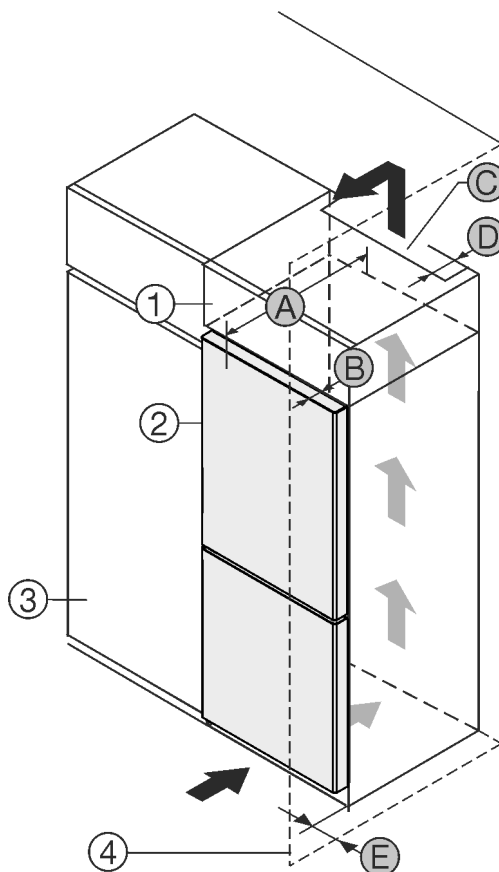

Fig. 1
Jūs varat uzstādīt ierīci tieši blakus virtuves skapim Fig. 1 (3).*
Uzliekamā skapīša aizmugurē jābūt ventilācijas spraugai ar dziļumu *Fig. 1 (D)* visa uzliekamā skapīša platumā.*
Zem telpas grieztiem jāievēro ventilēšanas šķērsriezums *Fig. 1 (C)*.*
Ja jūs uzstādāt ierīci ar eņģēm blakus sienai *Fig. 1 (4)*, tad atstatumam starp ierīci un sienu jābūt vismaz 13 mm.*
Ja jūs uzstādāt ierīci ar eņģēm blakus sienai *Fig. 1 (4)*, tad atstatumam starp ierīci un sienu jābūt vismaz 20 mm.*
Lai jūs varētu pilnīgi atvērt durvis, ierīcei jābūt izvērītai par durvju dziļumu *Fig. 1 (B)* attiecībā pret virtuves skapja priekšdaļu. Atkarībā no virtuves skapju *Fig. 1 (3)* dziļuma un sienas spraišļu izmantošanas ierīce var būt vairāk izvērīta.*